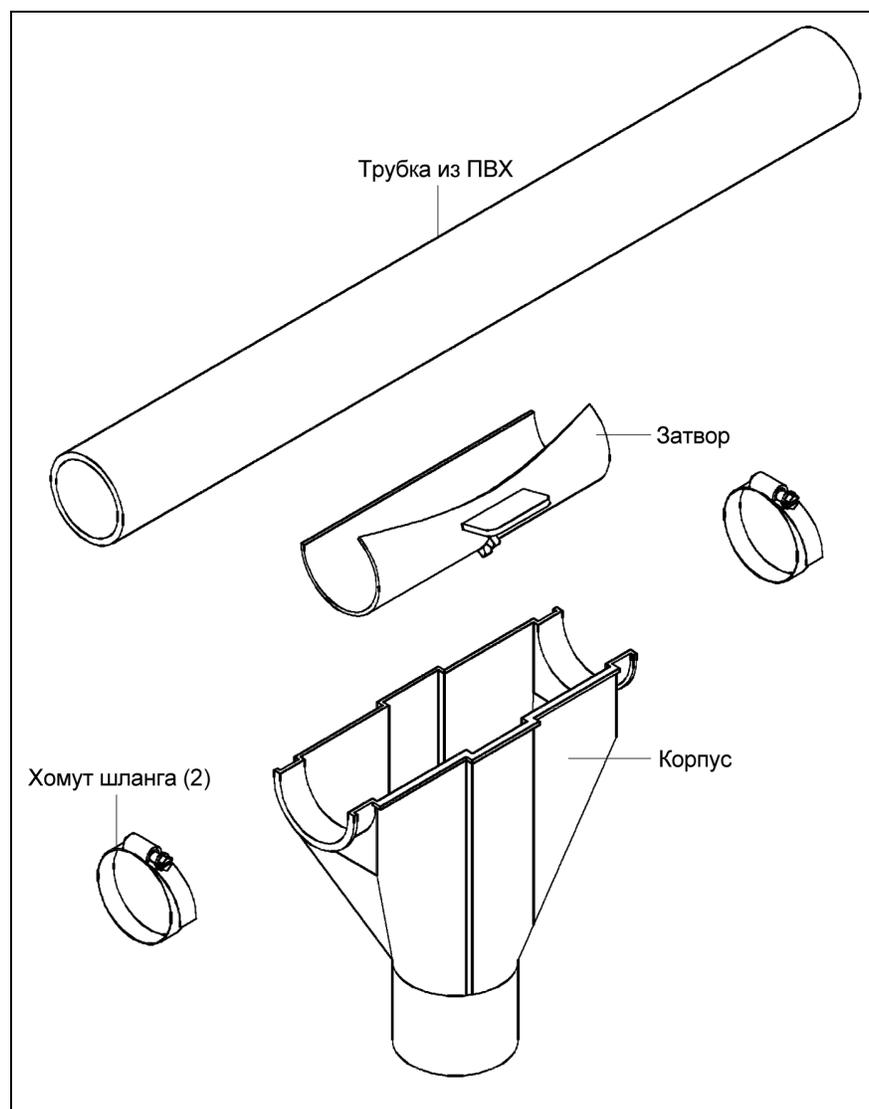

Рисунок 50 Установка комплекта отвода
1. Оберните задвижку вокруг трубы в точке выходного отверстия. *См. рис. 50.*
2. Закрепите корпус на трубе двумя (2) хомутами. Убедитесь, что выходное отверстие расположено по центру корпуса.